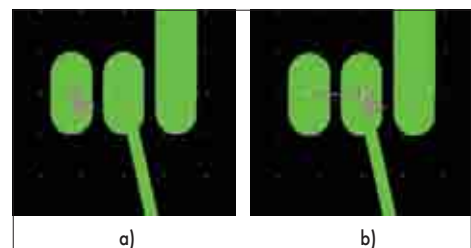

Рис. 17. Запрос информации об объекте топологии
6. При приближении к центру площадки система автоматически найдет центр и покажет его значком, похожим на песочные часы (рис. 17, a). Выполним щелчок левой кнопкой мыши.
7. Аналогичным образом наведем указатель мыши на соседнюю контактную площадку и выполним щелчок левой кнопкой мыши (рис. 17, b).